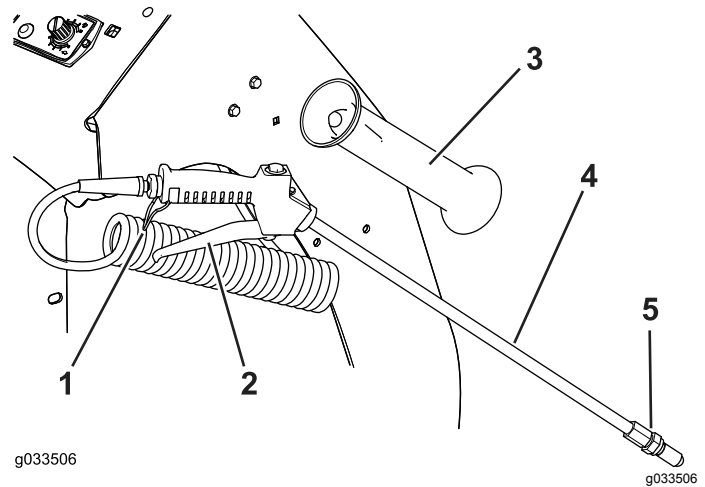

Figure 46
1. Sortez l'applicateur manuel de son support sur le côté droit de la machine (Figure 46).
4. Serrez la gâchette de l'applicateur manuel pour commencer à pulvériser; verrouillez la gâchette en place au besoin (Figure 46).
5. À la fin de la pulvérisation, si vous avez verrouillé la gâchette de l'applicateur manuel, déverrouillez-la et relâchez-la (Figure 46).
7. Insérez l'applicateur manuel dans son support (Figure 46).